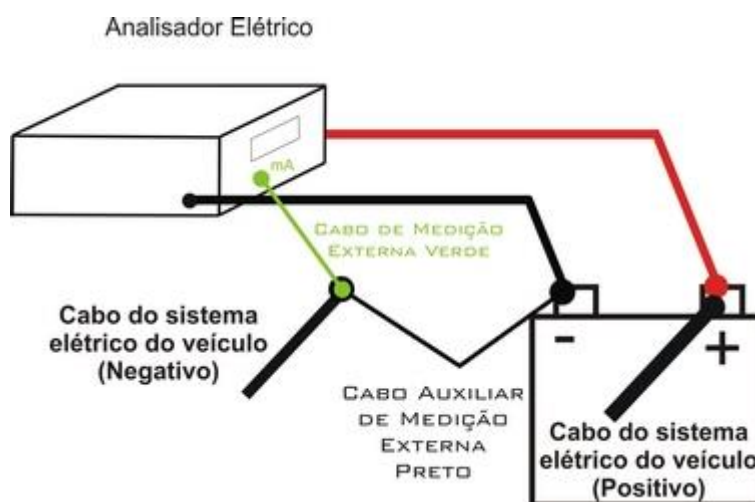

Fig. 03
- III. Conecte uma das extremidades do cabo de medida externa verde no analisador (borne “mA”) e a outra extremidade (garra) no cabo negativo do sistema elétrico e ligue o cabo preto de alimentação do equipamento no negativo da bateria, como mostra a **fig. 03**;